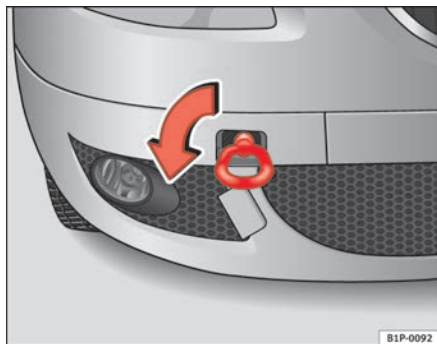
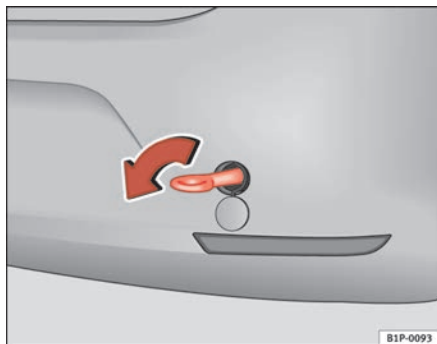

Fig. 181 Atornillado de la argolla de remolque en la parte delantera derecha del vehículo
Fig. 182 Atornillado de la argolla de remolque en la parte trasera del vehículo
- Atornille la argolla hasta el tope hacia la *izquierda*, en el sentido que indica la flecha, tanto en la parte delantera ⇒ **fig. 181**, como en la trasera ⇒ **fig. 182**. ■